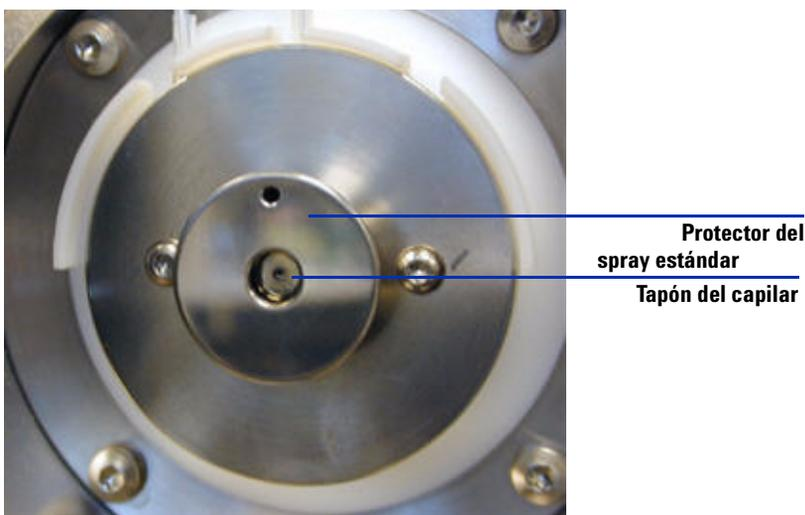

Figura 4 Protector del spray estándar y tapón del capilar para el ESI o el APCI
- 8 Desatornille y retire el protector del spray. Consulte Figura 4.